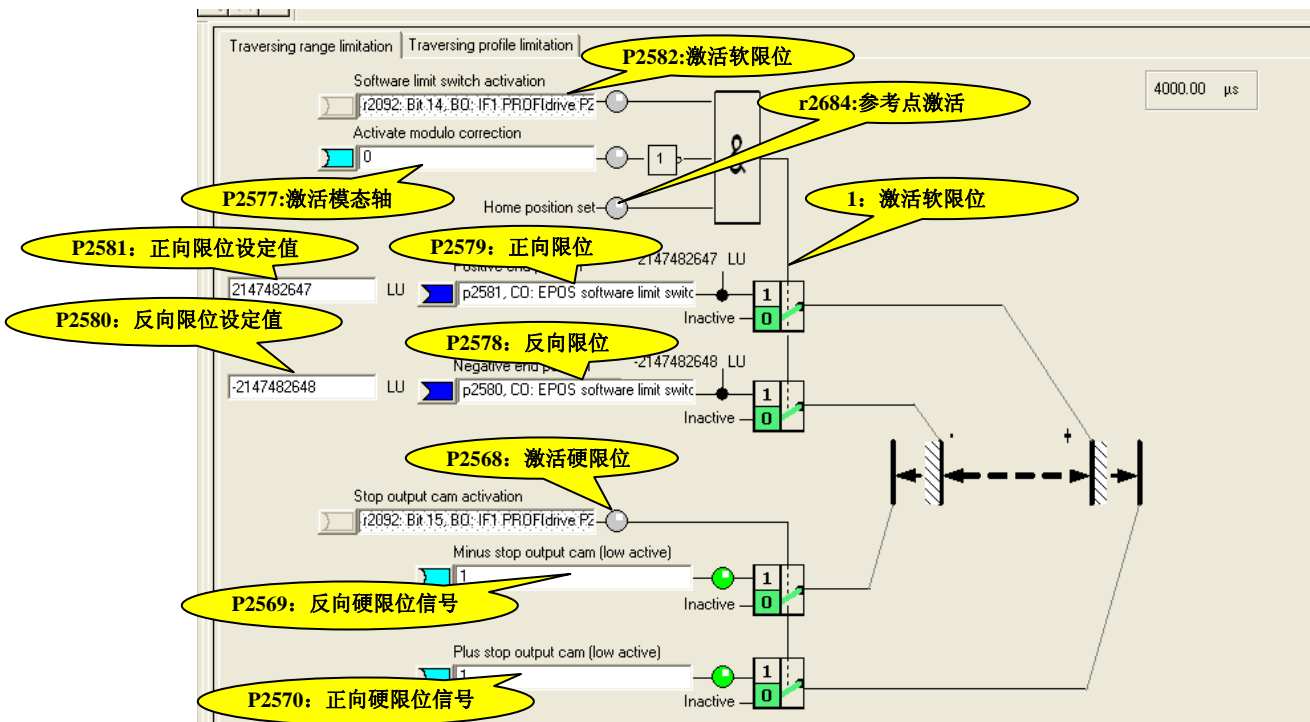

图 19
- 1) 如图19所示，可以通过参数 $p2582=r2092.14$ 和 $p2568=r2092.15$ 来激活软限位和硬限位功能